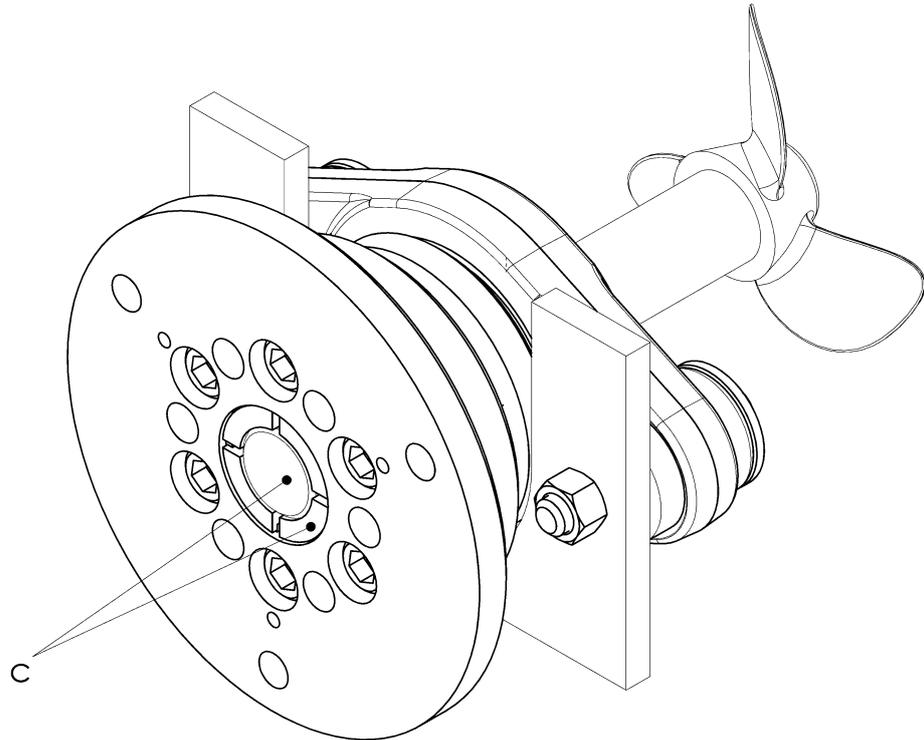

Abbildung 6-6 Propellerwelle bündig mit Buchse nach Montage
- Position der Propellerwelle (B) prüfen (Abbildung 6-6).